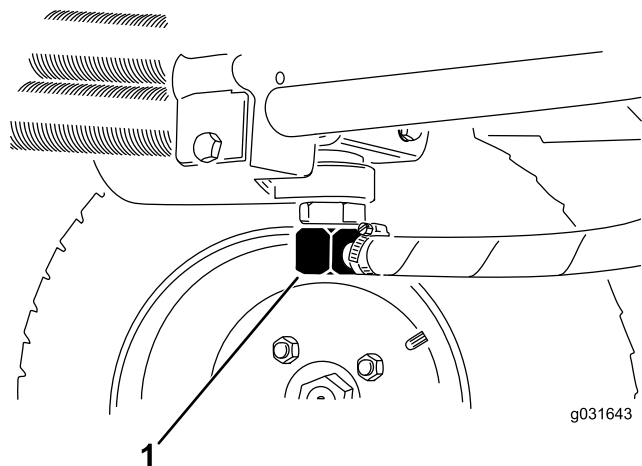
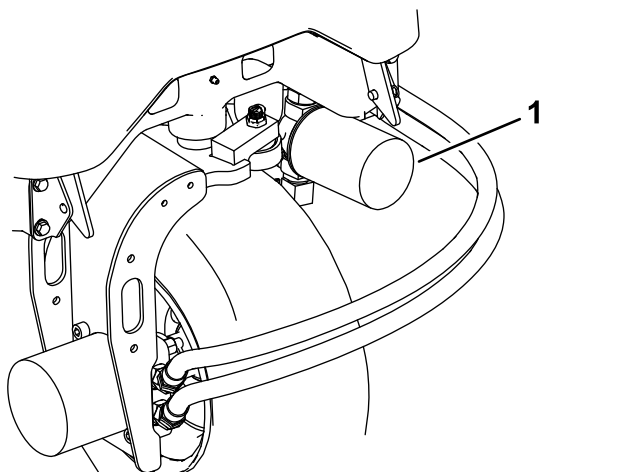

Рисунок 65
Рисунок 67
2. Отсоедините гидропровод или снимите гидравлический фильтр и дайте гидравлической жидкости стечь в сливной поддон (Рисунок 67 и Рисунок 65).
3. Когда гидравлическая жидкость перестанет вытекать, установите гидропровод на место (Рисунок 65).
3. Очистите область вокруг места крепления фильтра и установите сливной поддон под фильтр (Рисунок 67).